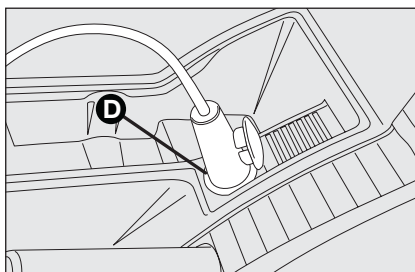
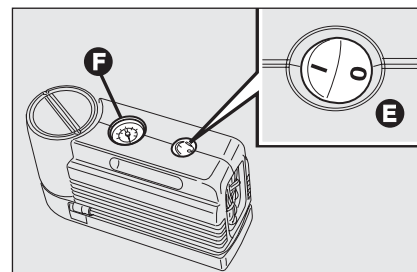

fig. 16
fig. 17
- ☐ asegúrese de que el interruptor **E-fig. 17** del compresor esté en posición **0** (apagado), ponga en marcha el motor, introduzca el enchufe **D-fig. 16** en la toma del encendedor y accione el compresor poniendo el interruptor **E-fig. 17** en posición **I** (encendido). Infle el neumático a la presión prescrita "Presión de inflado en frío" en el capítulo "Datos técnicos". Para obtener una lectura más precisa, le aconsejamos controlar el valor de la presión en el manómetro **F-fig. 17** con el compresor apagado;